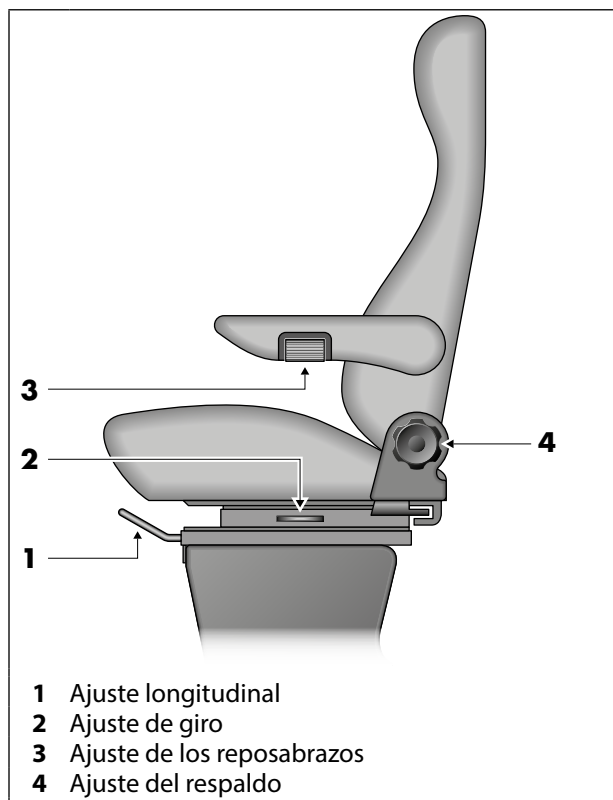

Fig. 1 Elementos de mando en el asiento del vehículo
1. Tirar la palanca de desbloqueo (Fig. 1, pos. 1) hacia arriba y mantenerla ahí.
1. Tirar la palanca de desbloqueo (Fig. 1, pos. 2) y sostenerla.
1. Girar la rueda de ajuste (Fig. 1, pos. 4) hacia delante o bien atrás y ajustar el respaldo hacia delante o bien atrás.
2. Realizar el ajuste de la altura del reposabrazos mediante el rodillo giratorio (Fig. 1, pos. 3).